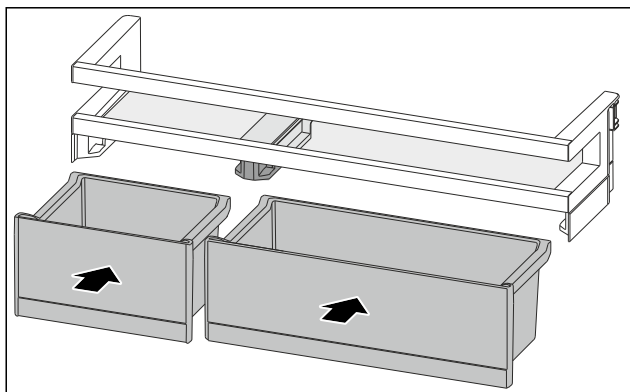

Fig. 190
- Vendosni kutitë VarioBox në rendin e kundërt. (shihni Fig. 190)